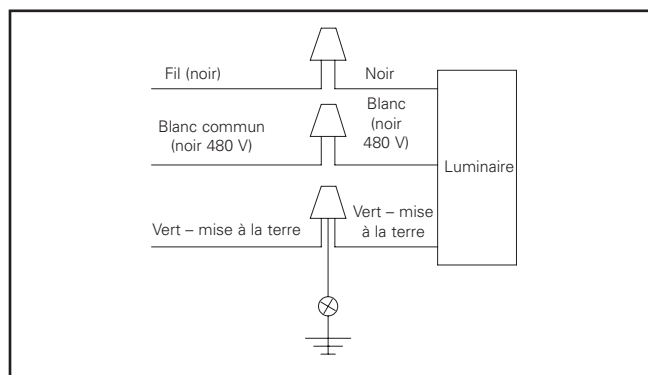

Figure 4.
4. Effectuez le raccord des fils à l'intérieur du bras de montage. Consultez le schéma de câblage pour effectuer les raccords. Raccordez les fils d'alimentation aux fils appropriés du luminaire : (Figure 4).
1. Déterminez la méthode de câblage des fils selon qu'ils se trouvent à l'intérieur de la crosse ou à l'intérieur d'une boîte de jonction distincte. Des fils d'alimentation sont prévus à la sortie du bras du poteau pour effectuer les raccords. Consultez le schéma de câblage pour effectuer les raccords. Raccordez les fils d'alimentation aux fils appropriés du luminaire, comme montré à la Figure 4.
3. Fixez fermement la crosse au bras de montage en utilisant les trois (3) vis de serrage de 9-16 x 9 mm (3/8-16 x 3/8 po). Mettez le luminaire à niveau pendant que vous serrez les vis de serrage. Serrez à un couple de 13,6 Nm (120 po-lb).